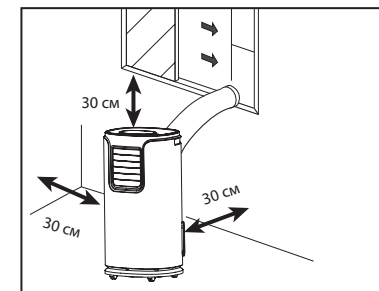

Рис. 11
- Для эффективной работы прибора соблюдайте свободное расстояние 30 см от стенок прибора (см. рис. 11).